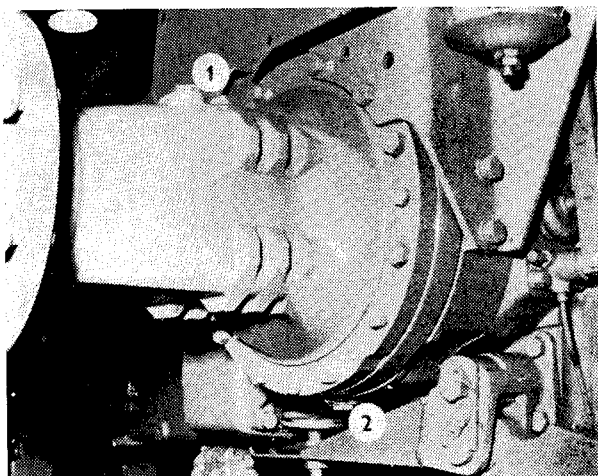

Fig. 15
24. Trou de remplissage de l'huile dans la boîte du demi-essieu arrière (fig. 15/1).
25. Vis de vidange de l'huile hors de la boîte du demi-essieu arrière (fig. 15/2).